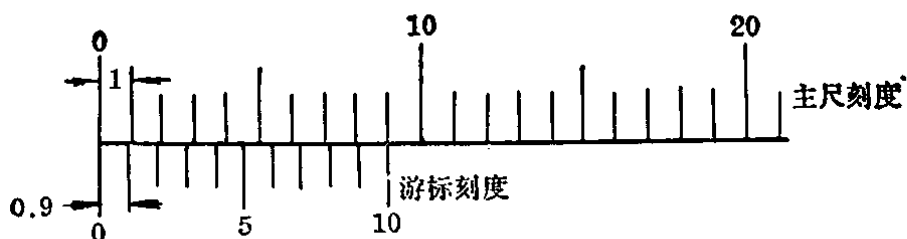

图 1-5 0.1 毫米游标卡尺的刻线原理(一)
(1) 精度为 0.1 毫米的游标卡尺 在这种游标卡尺上，主尺每小格为 1 毫米，每大格为 10 毫米。副尺(游标)上每小格为 0.9 毫米。主尺与副尺每小格的差是 $1\text{ 毫米} - 0.9\text{ 毫米} = 0.1\text{ 毫米}$ ，如图 1-5 所示。